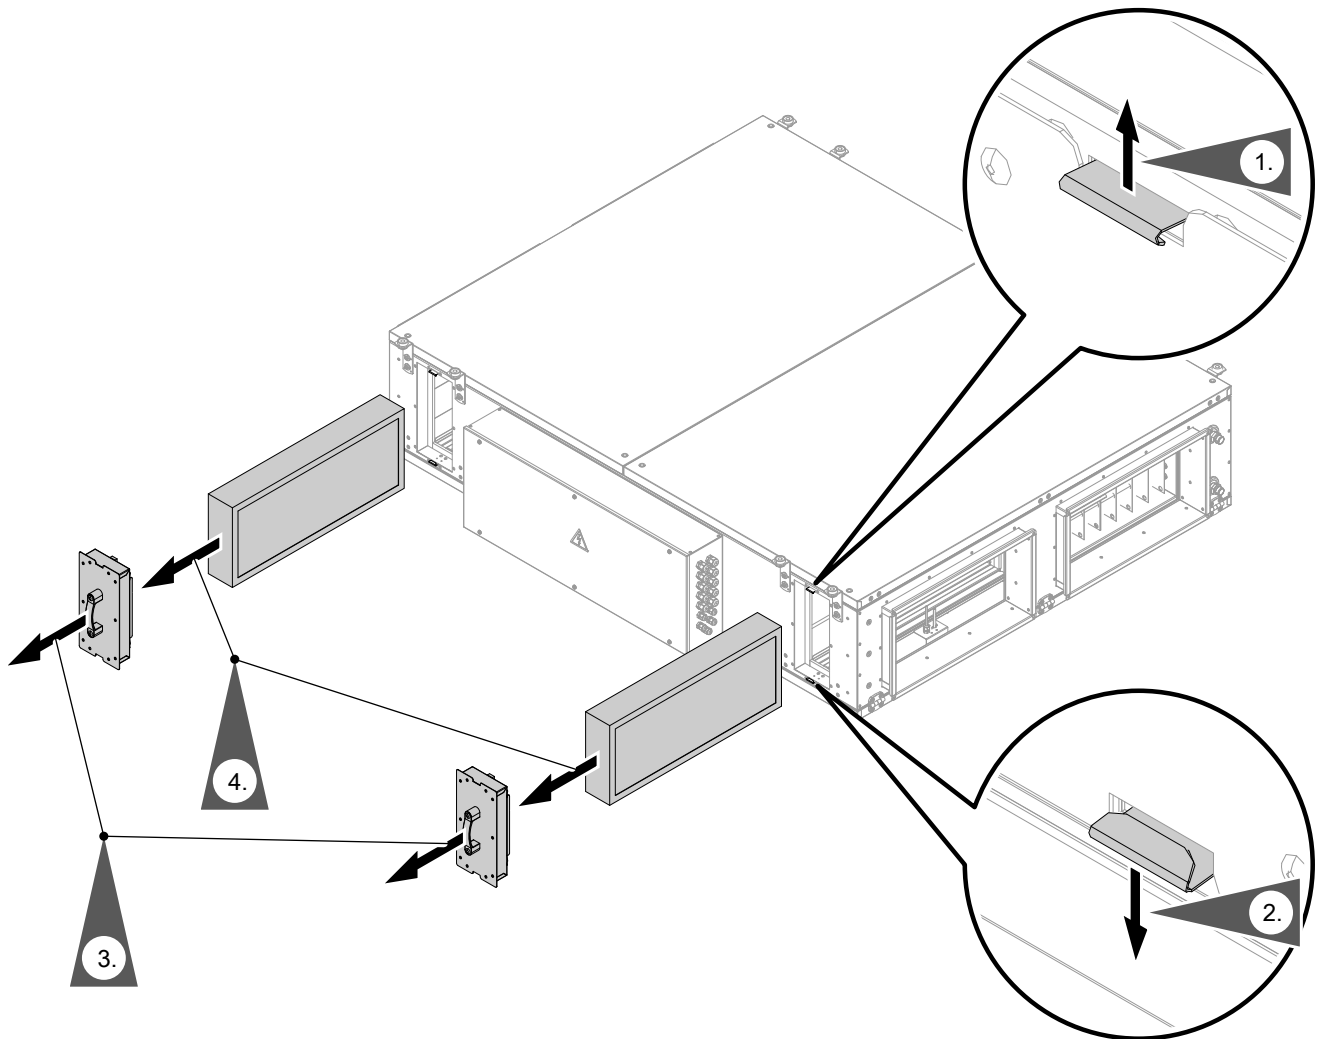

Abb. 61
- Werkzeugfreier Zugang über die seitlichen Filterverschlüsse: Siehe Abb. 61.
7. Neue Filter in korrekter Einbaulage einbauen: Arbeitsschritte in Abb. 61 in umgekehrter Reihenfolge durchführen. Hierbei Außenluftfilter und Abluftfilter nicht vertauschen.